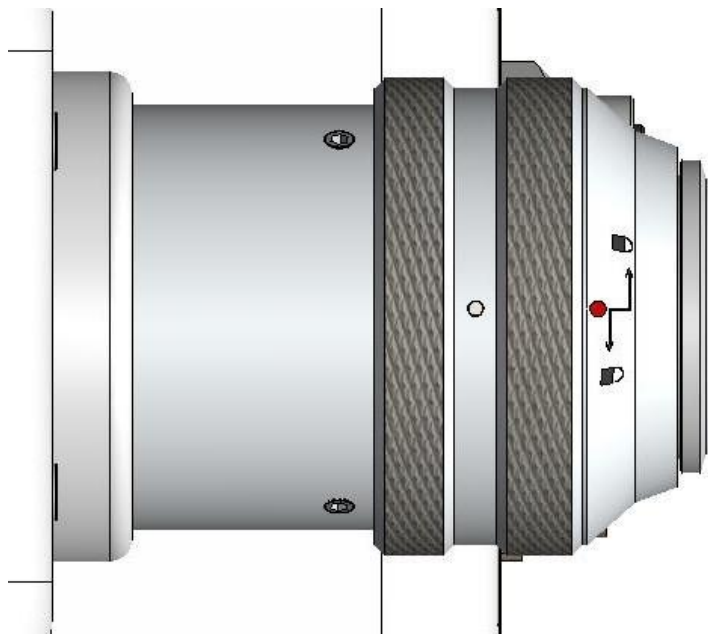

图2.4
- ③ 将QBH连接器拧至打开状态：逆时针方向旋至极限位置（可以感觉到“噎”的一声），注意转到位即可，不要大力拧动，否则可能会损坏QBH内部结构，如图2.4所示：